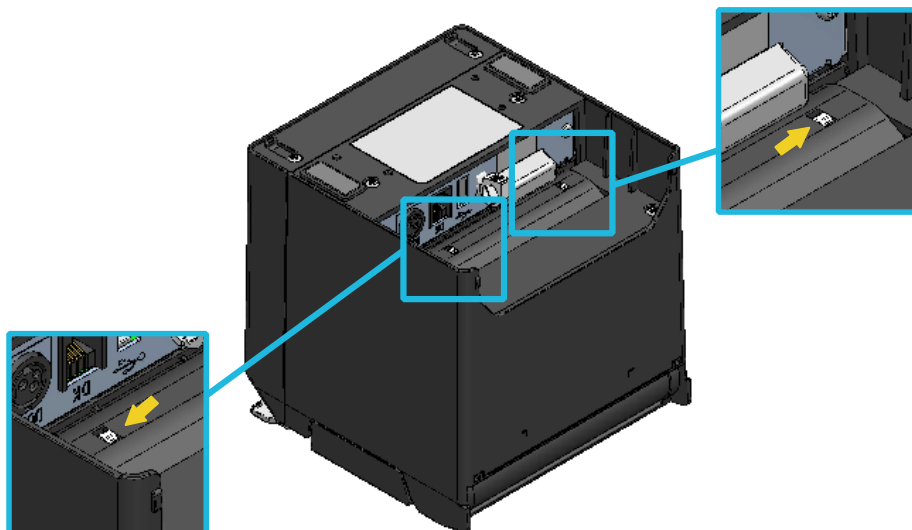

図 14-4 パーテションプレートの取り付け確認
- ⑥ プリンタを裏返して、パーテションプレートL、パーテションプレートRの突起が、ペーパーホルダの穴（図 14-4の矢印箇所）に正しく入っていることを確認してください。